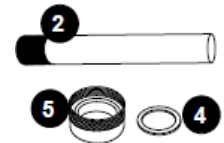

Figura 8.5f
Você perceberá que há uma arruela de compressão de aço inoxidável (4) que desliza por sobre o tubo de quartzo, guarde esta arruela (4) para uso posterior, Figura 8.5f.